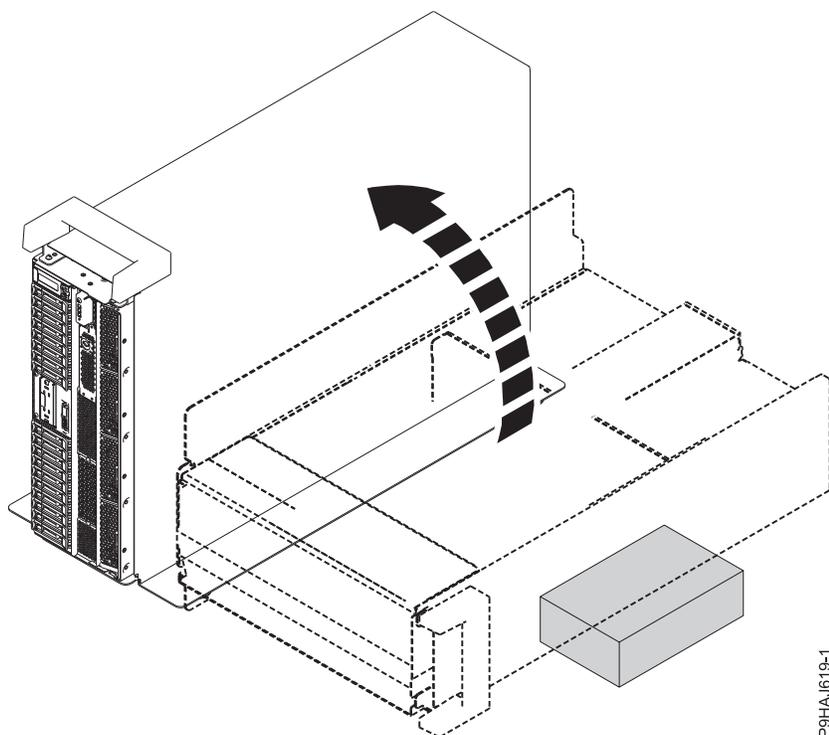

Figura 41. Deslocar o sistema autônomo para a posição vertical
- a. Incline cuidadosamente o sistema autónomo da sua posição horizontal para a vertical. Consulte Figura 41 na página 58.